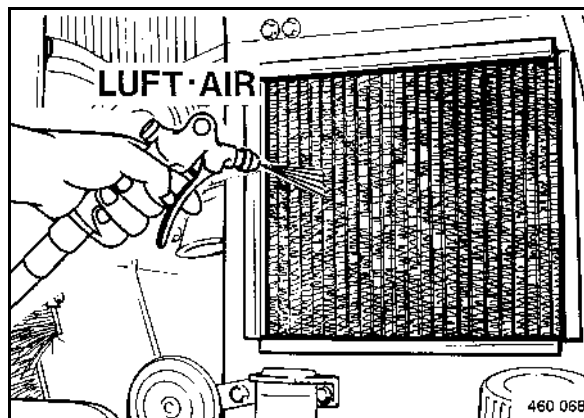

fig. 112
- Souffler l'air comprimé à travers le radiateur (fig. 112) depuis le côté de l'admission d'air.